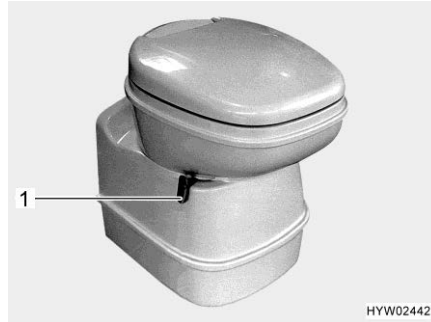
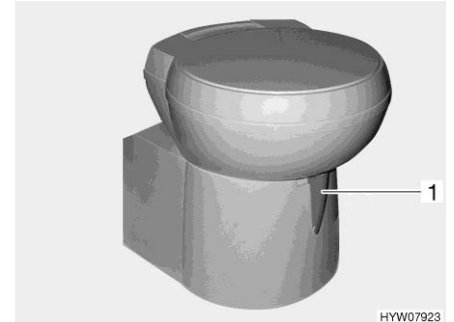

Fig. 206 Tazza del WC Thetford, orientabile
Fig. 207 Tazza del WC Thetford, orientabile (alternativa)
- Prima di tirare l'acqua, aprire il cursore della toilette Thetford. A tal fine girare la leva del cursore (Fig. 206,1 o Fig. 207,1) in senso antiorario.